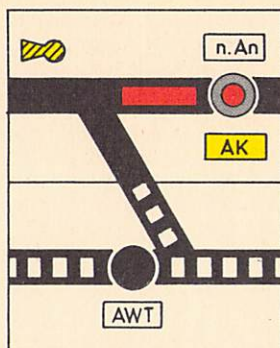

Bild 59
- (1) Die Bedienungshandlungen an der Ausweichanschlußstelle sind der Bedienungsanweisung für Ausweichanschlußstellen in Anlage 2 zu entnehmen.
- (2) Die Schlüsselfreigabe wird auf der Ausweichanschlußstelle durch Bedienen der Anforderungstaste angefordert; der Schlüsselfreigabemelder blinkt gelb (vgl. Bild 59).